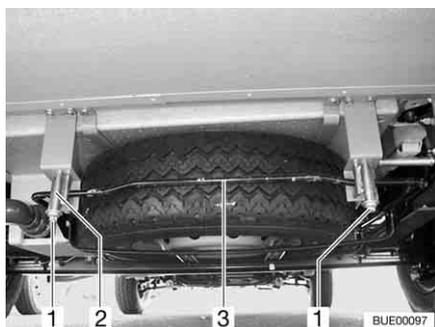

Fig. 199 Supporto per la ruota di scorta (cestino di alloggiamento)
- Allentare i dadi (Fig. 199,1) sul gancio destro e sinistro (Fig. 199,2) del supporto per la ruota di scorta.
- Premer leggermente la staffa (Fig. 199,3) verso l'alto. Contemporaneamente spingere il gancio verso il basso e sganciare la staffa.